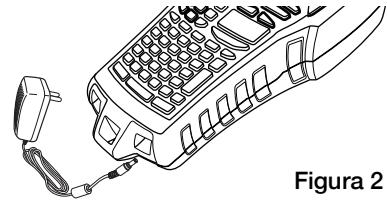

Figura 2
- 1 Conecte el adaptador de corriente en el conector de alimentación situado en la parte inferior de la rotuladora. Consulte la Figura 2.